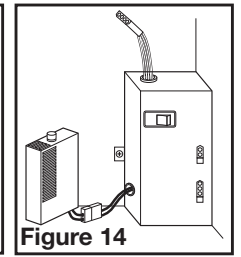

Figure 14
- MOTION AND HUMIDITY SENSING MODELS:** Plug the fan's 2 pin and 3 pin quick connect motor cords into the receptacles located on the side of the wire compartment. Plug the 4 pin quick connect cord from the motion sensor on the grill into the receptacle coming out of the top of the wire compartment. These cords will only fit one way into the receptacles (**Figure 14**).
3d. MODÈLES AVEC DÉTECTION D'HUMIDITÉ ET DÉTECTION DE MOUVEMENT: Branchez les cordons du moteur du ventilateur à 2 et 3 broches de connexion rapide dans les connecteurs situés sur le côté du couvercle du compartiment de fil. Branchez le cordon à 4 broches de connexion rapide à partir du capteur de mouvement sur le grill dans le connecteur sortant de la partie supérieure du compartiment de fil. Ces cordons ne peuvent être insérés que dans un seul sens dans les connecteurs (**Figure 14**).